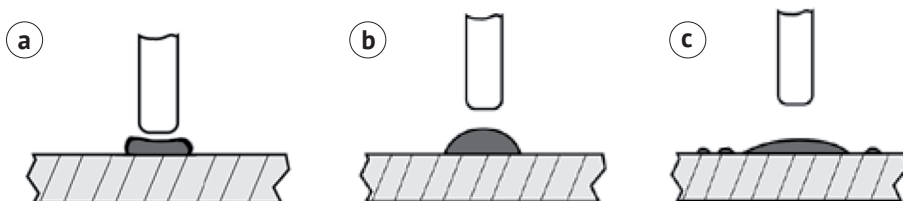
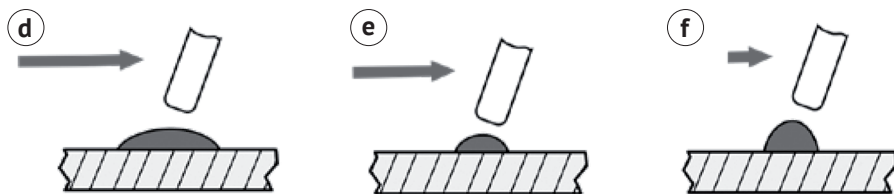

рис. 7
рис. 8
7.2.3 Влияние длины дуги (рис.7) и скорости движения электрода (рис.8) на форму сварочного шва.